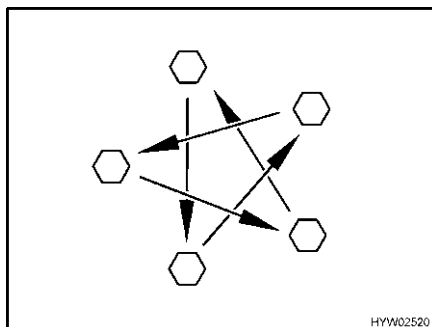

Bild 183 Dra åt hjulmuttrarna eller hjulbultarna korsvis
- Kontrollera regelbundet att hjulmuttrarna eller hjulbultarna är ordentligt åtdragna. Om du har bytt däck ska hjulmuttrarna eller hjulbultarna dras åt korsvis efter 5 mils körning (Bild 183). Åtdragningsmoment se avsnitt 13.5.2.
- ▷ Dra åt hjulmuttrarna eller hjulbultarna korsvis (Bild 183).